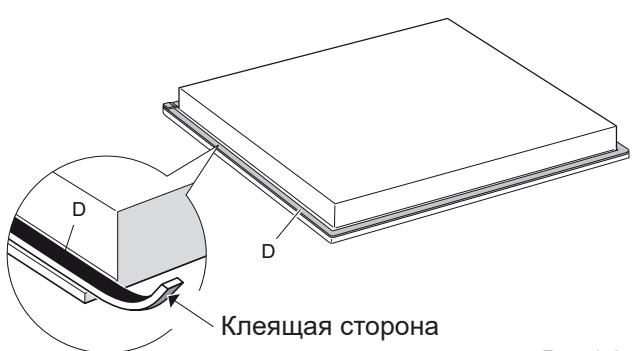

Рис.1.6
- Расположите уплотнение «D» по краю варочной панели (рис. 1.6).